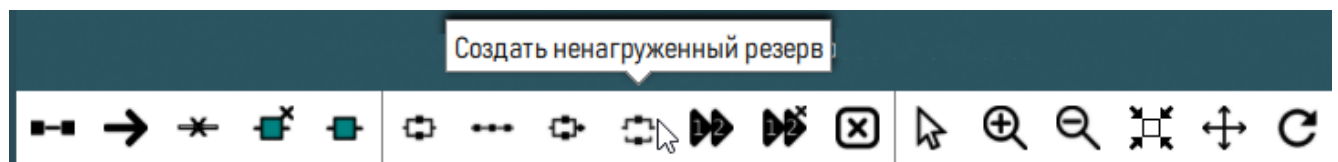

Рисунок 312 – Кнопка  «Создать ненагруженный резерв»
4) В верхней части рабочего окна нажать кнопку  «Создать ненагруженный резерв» (рисунок 312).